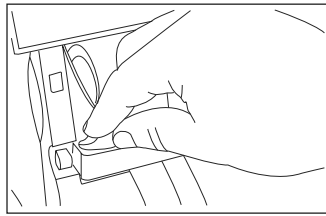

Figure 6
3. Faites sortir une longueur suffisante de matériau de sac pour pouvoir contenir l'article qui sera emballé sous vide, et ajoutez une longueur de 10,16 centimètres (4 pouces). Abaissez la barre de coupe et glissez l'outil de coupe du sac (H) sur la barre de coupe. (Voir Figure 6)
4. En utilisant deux mains, insérez l'extrémité ouverte du sac dans la cannelure sous vide et appuyez sur le bouton d'arrêt/de scellage (C). Le voyant de scellage rouge s'allumera. Le sac doit être centré entre les flèches.
5. Lorsque le voyant de scellage rouge (10) s'éteint, le scellage est terminé. Vous pouvez retirer le sac de la cannelure sous vide (E).